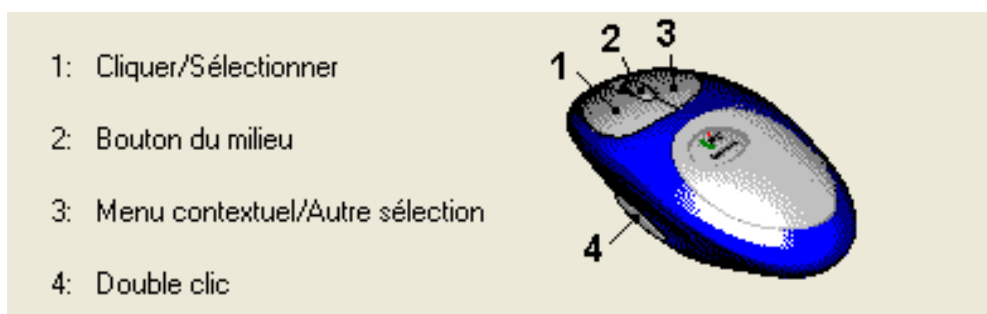

Figure 1 : Souris trois boutons
1.3. La souris du droitier (Cf. Figure 1)
Pour activer ces paramètres, les réglages du panneau de configuration de la souris doivent être ceux repérés sur le dessin ci-dessus (Cf. Figure 1).